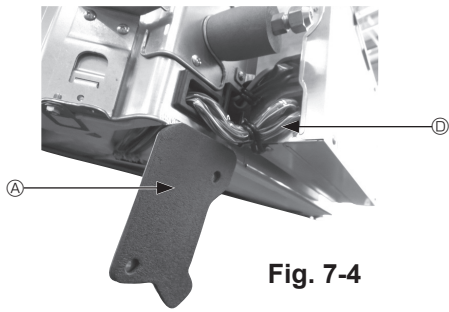

Fig. 7-4
- ① Verwijder de 2 schroeven waarmee de bedradingskap vastzit uit de hoofdunit en open de kap.
- ② Leid de bedrading van de i-see-Sensor en signaalontvanger door de draadingangen in de schakeldoos zoals aangegeven in de tekening en door de doorvoeren aan de zijkant van de hoofdunit. (Fig. 7-4)